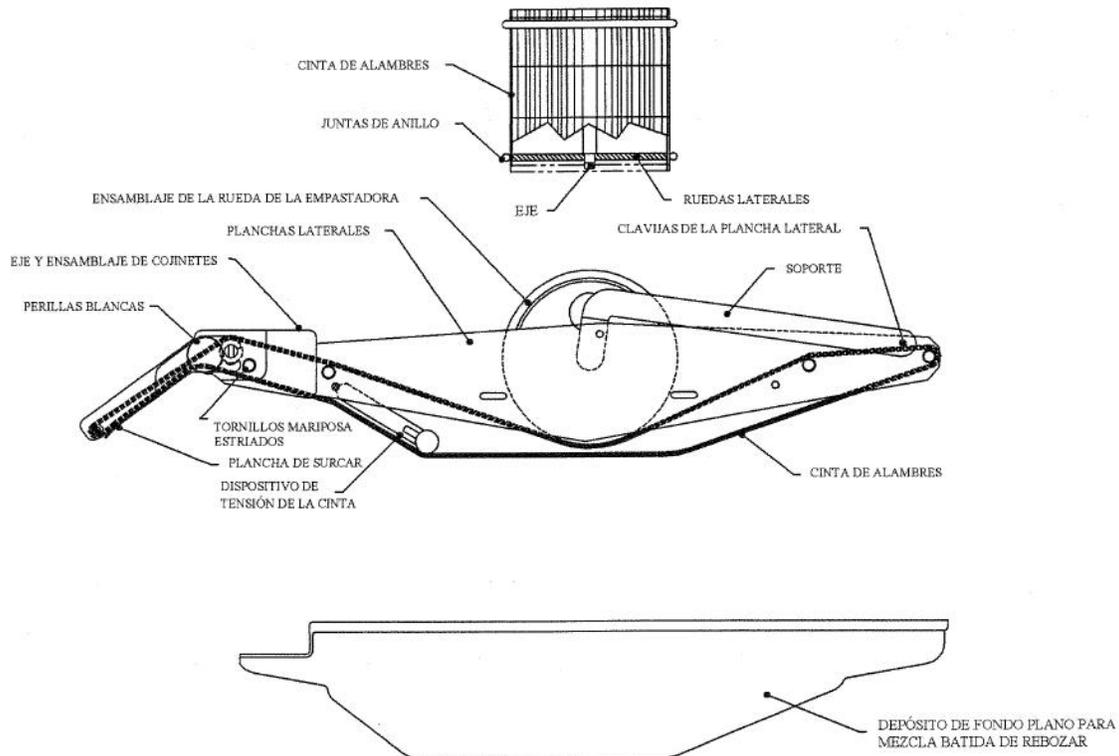

Figura 16
1. Saque el ensamblaje de la cinta transportadora del tanque de la empastadora. **(Figura 16)**